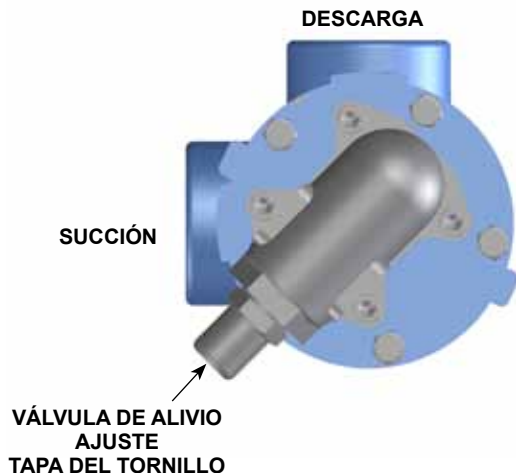

FIGURA 2
4. La tapa del tornillo de ajuste de la válvula de alivio siempre debe apuntar hacia el lado de succión de la bomba, consulte la **Figura 2**. Si se invierte la rotación de la bomba, retire la válvula de alivio y gírela en 180° (consulte “**Rotación de la bomba**” en la página 9).